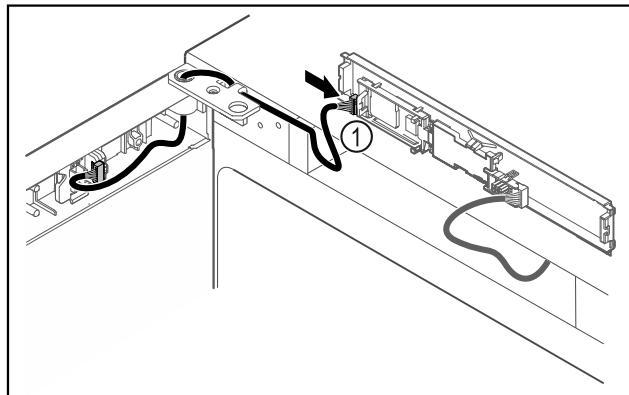

Fig. 45
- Zapojte zástrčku Fig. 45 (1) na doske plošných spojov.